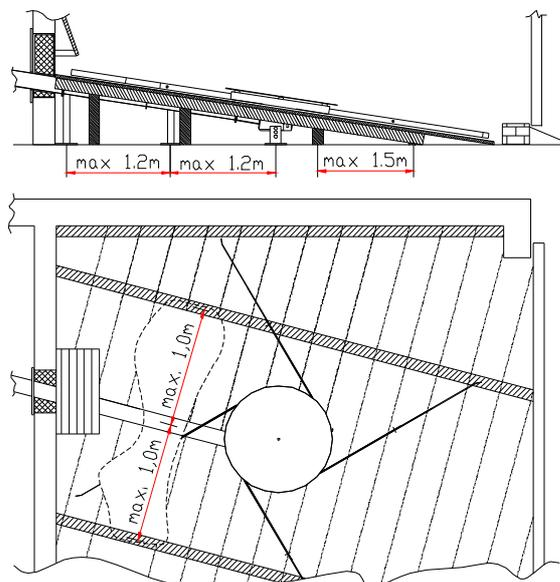

Abb.11
16. Bei Hackgutbetrieb ist ein Schrägboden nicht zwingend erforderlich. Bei Korn- oder Pelletsbetrieb muss jedoch ein Schrägboden eingebaut werden. Schrägböden aus Holz oder Beton sind bauseits zu errichten. Bei Holzschrägböden ist die Verbretterung aus 3 cm starken gehobelten Brettern oder Leimschichtplatten zu fertigen. Die Unterkonstruktion aus 10 x 10 cm Kantholzaufbau laut Abb.11. anfertigen. Die Stützen müssen auf Beton oder Blechen stehen. Der Abstand der Federarme zum Schrägboden muss 15-20 mm betragen. Bei Schrägböden aus Beton 2-3 cm Abstand zum Schneckenkanal.